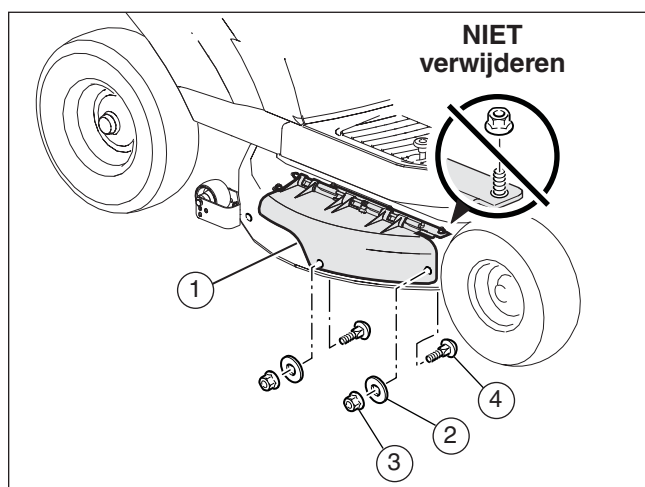

Figuur 10
1. Volg de stappen van **Figuur 10** om de achterwaartse afvoertrechter en trechterverlenging te verwijderen.